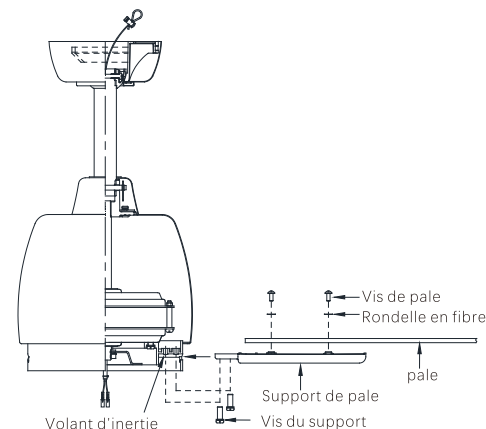

Fig.15
**Étape 1.** Fixer les pales sur les supports de pale à l'aide des vis de pale et des rondelles en fibre fournies. (Fig. 15) Au moment de monter les pales sur les supports de pale, assurez-vous que les pales sont plates. Serrez chaque vis de pale pour la fixer, puis répétez l'opération pour chaque pale.
**Étape 2.** Insérez un support de pale dans le volant moteur. (Fig. 15) Alignez les trous de montage du support de pale avec les trous de montage du volant moteur, fixez le support de pale au volant moteur à l'aide des vis du support fournies, et serrez les vis du support pour les fixer. Répéter l'opération pour les autres supports de pale.